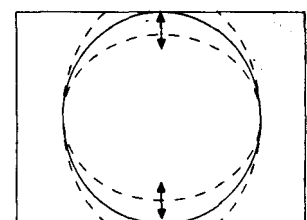

Bild 8
d) Stellen Sie die vertikale Bildgröße so ein, daß Sie eine Optimale Abtastung (overscan) erhalten (Bild 8).